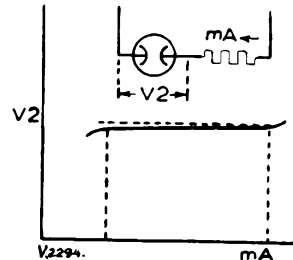

Fig. 5. Stabilisatie met neonbuis
De voeding voor de 21 MHz-antenne is heel eenvoudig. De grote spoel van de antenne-unit is gemaakt van coax-kabel, de voeding van de 21 MHz-antenne loopt daar doorheen, terwijl de hele kabel als spoel dient bij gebruik van de antenne-unit om de antenne voor lagere frequenties aan te passen. Fig. 5 spreekt haast voor zichzelf.
**Fig. 5.** De antenne tuning unit. C1 = 350 pF, var.; SW1 = zware keramische schakelaar, 2 secties, 4 standen; L1 = 3/8" koperbuis, waarin coax-kabel het polytheen-isolatie, ontdaan van koperen buitenmantel, 13 windingen, 10 cm diameter, 18 cm lang; 1 = doorsnede van de mast met voedingskabel voor de 21 MHz staafantenne; 2 = voedingskabel
Doordat de kathodeval groot is en constant, verloopt de brandspanning dus praktisch niet met de stroom, waaruit het gebruik van grote types als stabilisatiebuis volgt (fig. 5).